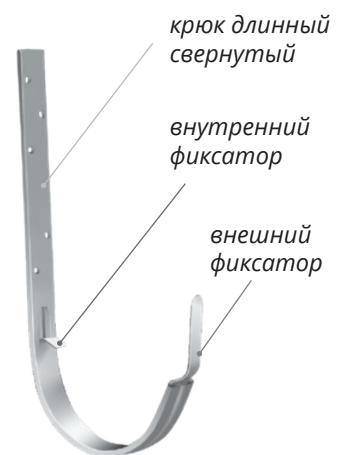

Рисунок 8
1. Отогните внутренний фиксатор крюка (рис.8).